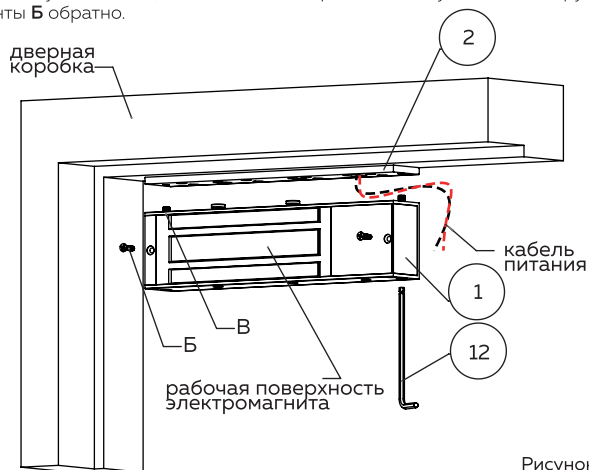

Рисунок 7
2 Через овальный паз пропустить кабель питания для замка и соединить согласно схеме подключения. Для фиксации электромагнита ① на пластине ② необходимо выкрутить винты В и затем при помощи ключа 12 затянуть винты В, как показано на рис.7. После установки закрутить винты В обратно.
4 Через овальный паз пропустить кабель питания для замка и соединить согласно схеме подключения. Для фиксации электромагнита ① на пластине ② необходимо выкрутить винты В и затем при помощи ключа 12 затянуть винты В, как показано на рис.7. После установки закрутить винты В обратно.